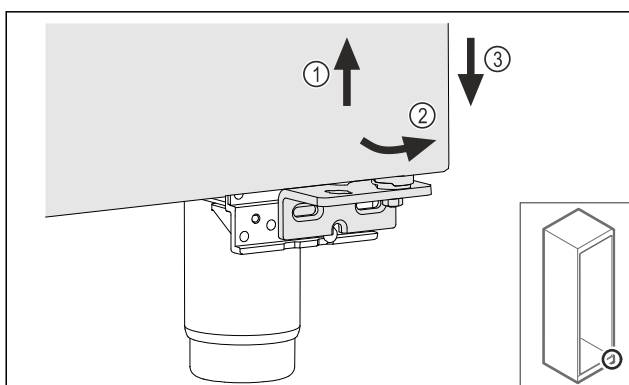

Fig. 23
- ▶ Mírně zvedněte dveře Fig. 23 (1), nakloňte je dopředu ve spodní části Fig. 23 (2) a spusťte je Fig. 23 (3).